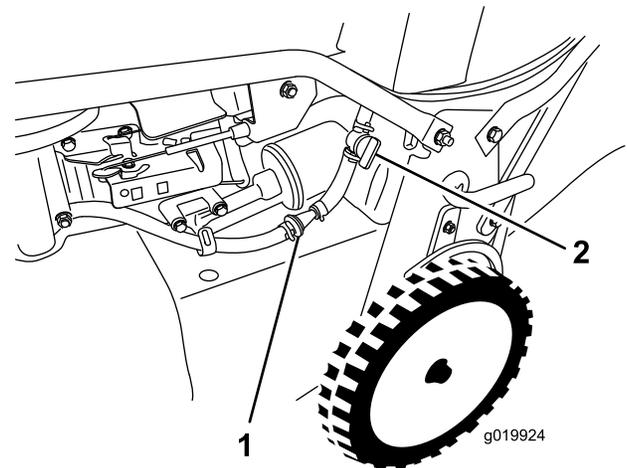

Рисунок 33
3. Закройте отсечной топливный кран (Рисунок 33).
4. Снимите топливный фильтр (Рисунок 33) с топливного трубопровода, ослабив хомуты трубопровода с обеих сторон топливного фильтра.